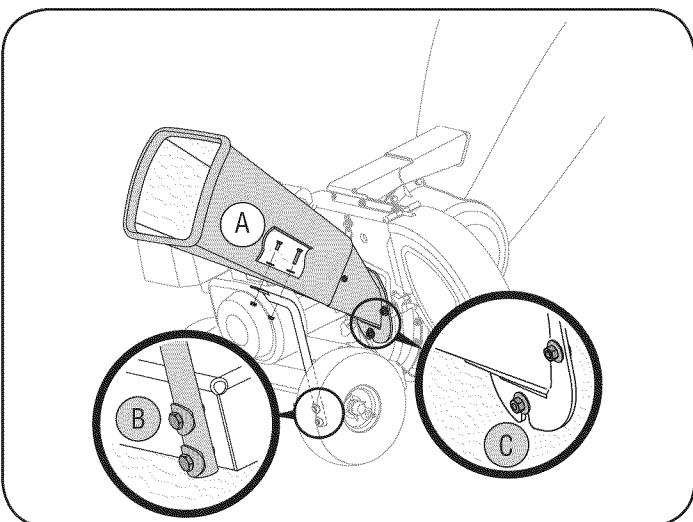

Figura 7
A. Ponga en línea los agujeros del canal con los agujeros de la parte superior de la traba y una la misma al canal de la cortadora con los elementos de ferretería previamente retirados. Las arandelas llanas deberían ser colocadas bajo las cabezas de cerrojo y contra la superficie interior del plástico chipper tolva. Ajuste bien. Vea la Figura 7.